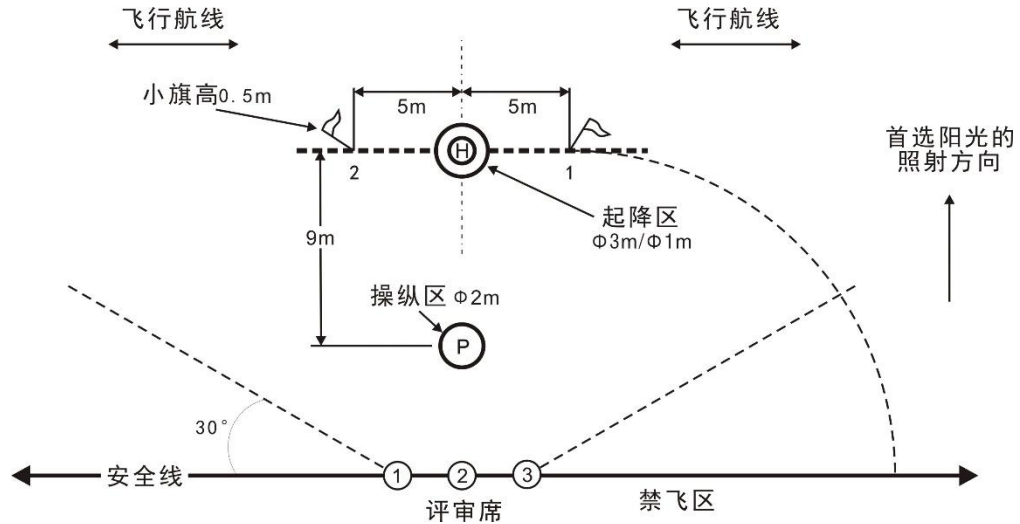

图 J.8 遥控模型直升机飞行（五）测试场地示意图
J.2.1.3.4 测试场地操纵区、起降区、飞行区、安全线等尺寸见场地示意图 J.8。
- 起飞示意图见图 J. 8。